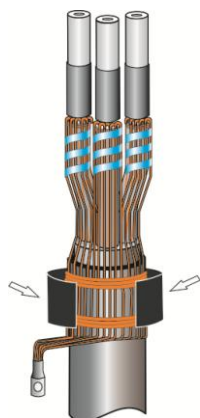

Рис.8
8. Обернуть ленту-герметик поверх проволок экрана в соответствии с Рис.8.